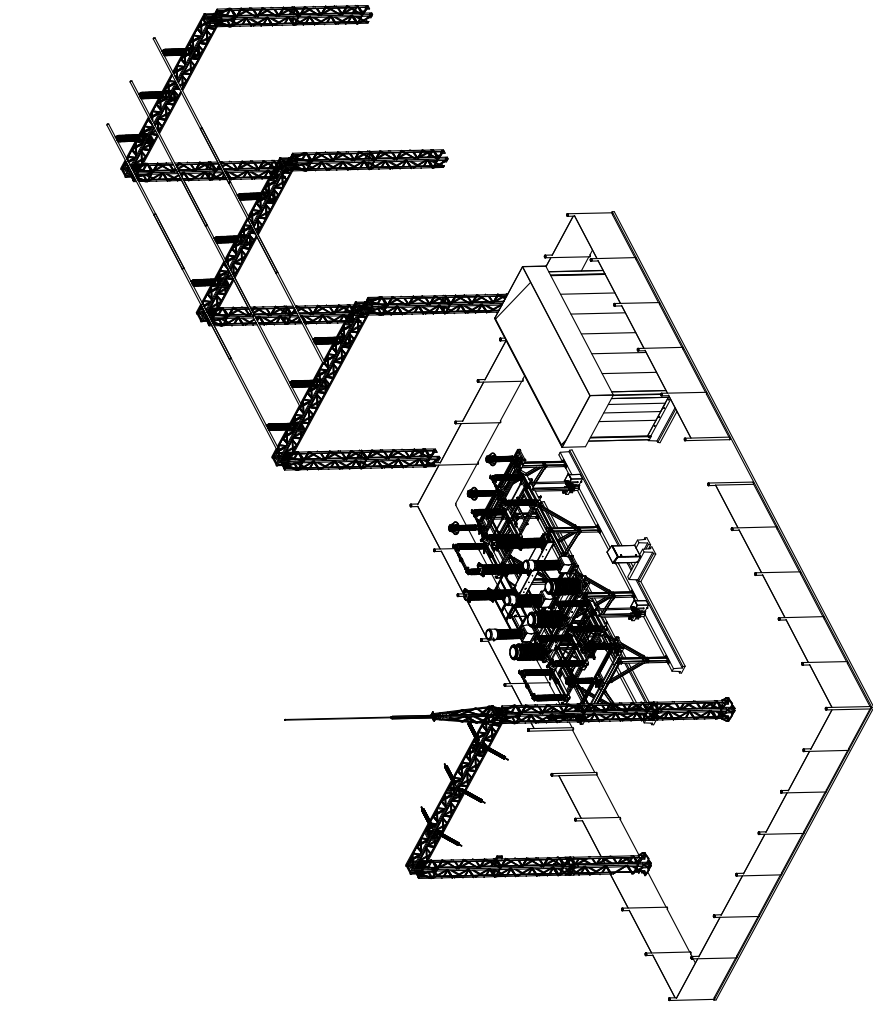

Рис.11
5.10 МД-110 полная комплектация с ОПУ, рис.11 ; без ОПУ, рис.12